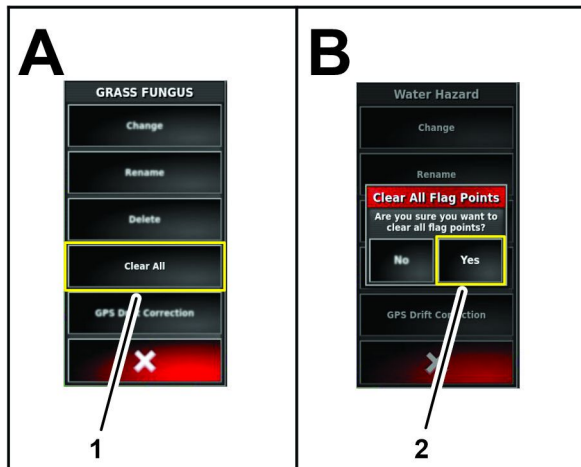

図 86
1. フラッグ編集メニューで、全削除アイコンを押す 図 86。
2. フラッグポイント全削除用ダイアログボックスのはいアイコンを押す 図 86。